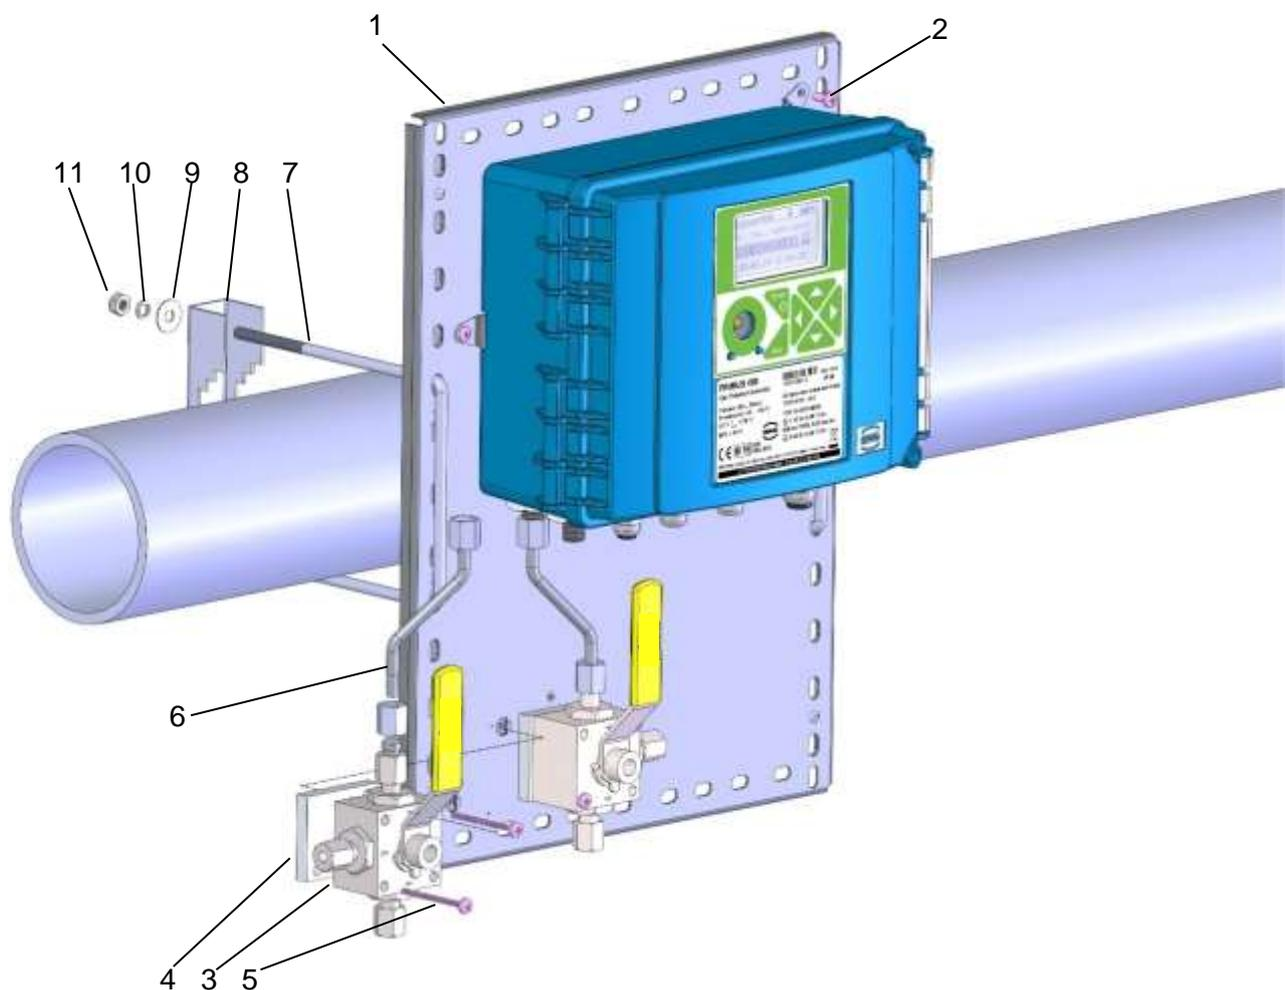

Abb. 6: Montage des Gerätes an einer Gasleitung
Klemmstücke (7) (siehe Abb. 6) mit Abständen gemäß den Leitungsdurchmessern werden durch die Öffnungen in der Befestigungsplatte (1) eingesetzt und über die Gasleitung geführt. Befestigungselemente (8) werden mit M6-Muttern (11) und Unterlegscheiben (9) und (10) an den freien Enden der Klemmstücke angebracht, um die Befestigungsplatte in der vorgesehenen Position an der Gasleitung zu fixieren. Die Befestigungsplatte kann für die Befestigung an einer Gasleitung mit folgenden Durchmessern verwendet werden:
Das über den 3-Wege-Hahn angeschlossene Registriergerät ist in Abb. 6 dargestellt. Die Druckleitung 6x1 **6** mit vorgepresstem Schneidring an beiden Seiten wird zunächst sorgfältig in den Druckeinlass des Gerätes geführt und mit einer Mutter M12x1,5 ERMETO gesichert. Das andere Ende der Leitung wird am Betriebsauslass des 3-Wege-Hahns, der auf der Befestigungsplatte montiert ist, angebracht, und die Mutter wird vorsichtig angezogen. Schließlich werden die Muttern auf beiden Seiten der angeschlossenen Druckleitung festgezogen. Beim Festziehen keine übermäßige Kraft auf den Schlüssel anwenden. Andernfalls wird das Gewinde beschädigt.